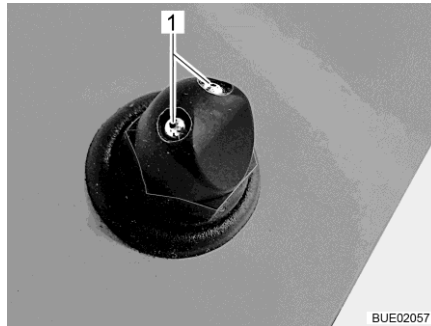

Fig. 52 Gicleurs lave-glace
- Régler les gicleurs lave-glace avec un objet pointu (Fig. 52,1) jusqu'à ce que la position désirée soit atteinte.